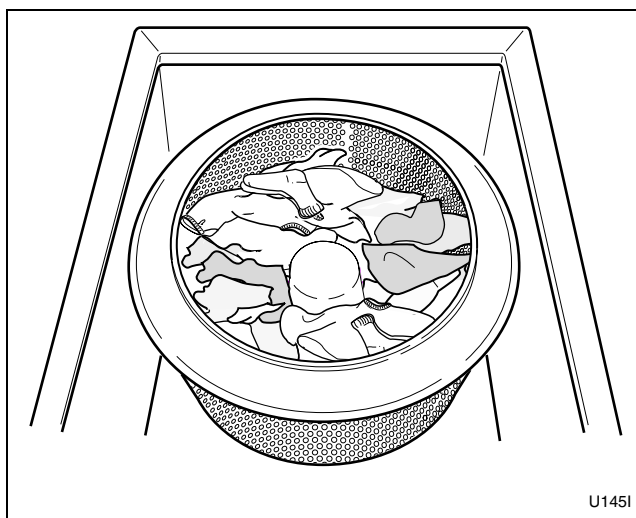

Figura 11
8. Una vez concluido el ciclo, coloque los artículos en el compartimiento de extracción y enjuague. Distribúyalos bien alrededor del agitador. Consulte la *Figura 11*. Acomode los artículos en la canasta del extractor a modo de gajos de toronja.